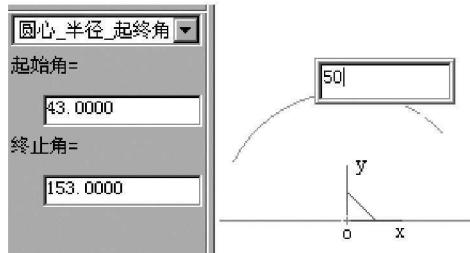

图 2-4
(3) 单击“圆弧”图标 $\textcircled{2}$ ，选择“圆心\_半径\_起终角”→输入“起始角”43→输入“终止角”153→按回车键。
(4) 按回车键→输入“圆心坐标”(0, 0, 0)→按回车键→输入“半径”50→按回车键→右击结束，结果如图 2-4 所示。